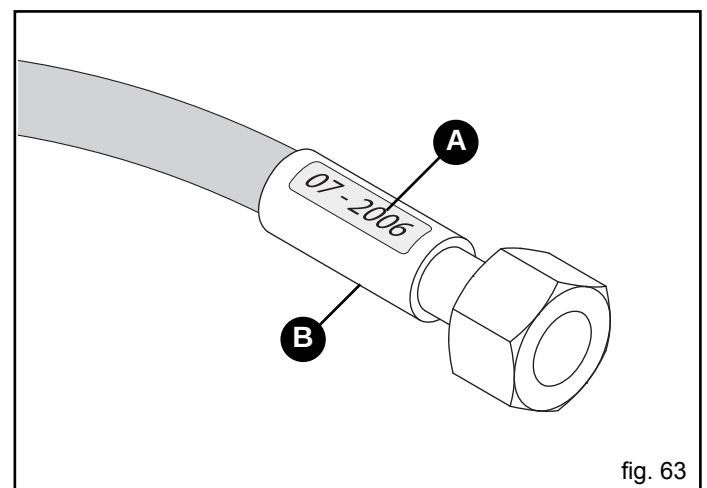

fig. 63
- pérdidas en proximidad de la armadura del tubo (B, Fig. 63);
- corrosión de la armadura (B, Fig. 63);
- al superar los 5 años de vida (A, Fig. 63).